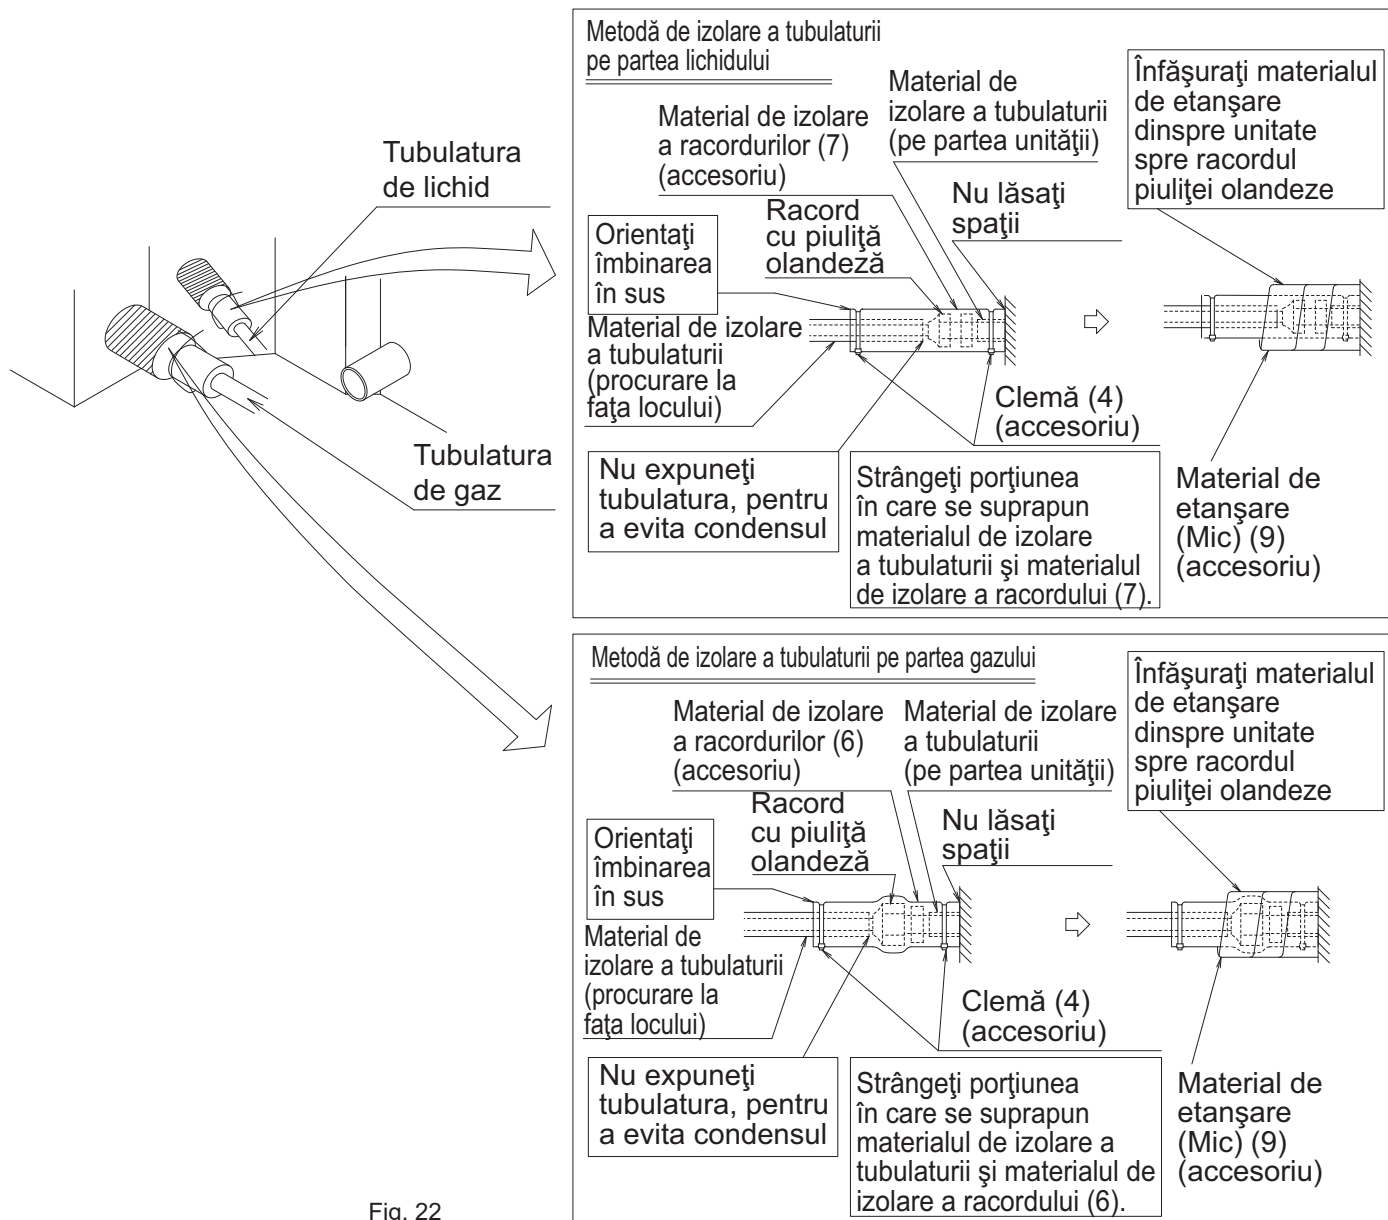

Fig. 22
- După proba de etanșeitate, izolați racordurile tubulaturilor de gaz și de lichid cu materialul de izolare a racordurilor anexat (6) și (7) pentru preveni dezvelirea tubulaturii. **(Consultați Fig. 22)**